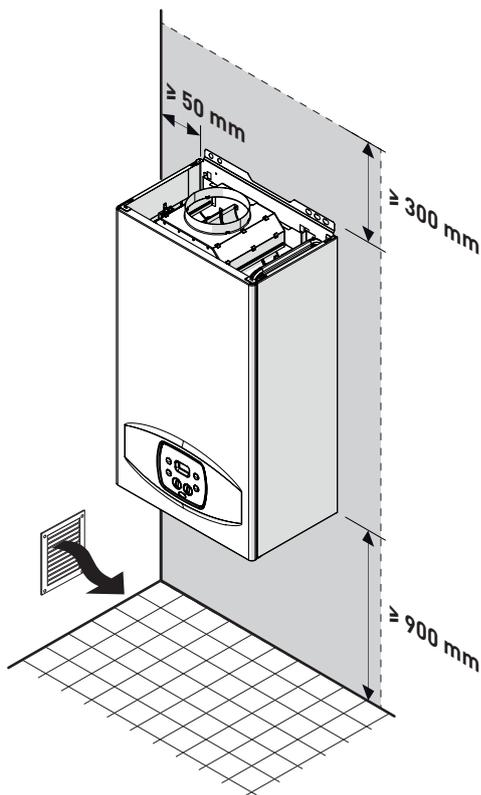

Fig. 20
- Nezapomeňte zohlednit prostor potřebný pro přístup k bezpečnostním / seřizovacím zařízením ak provádění zásahů údržby (Fig. 20).